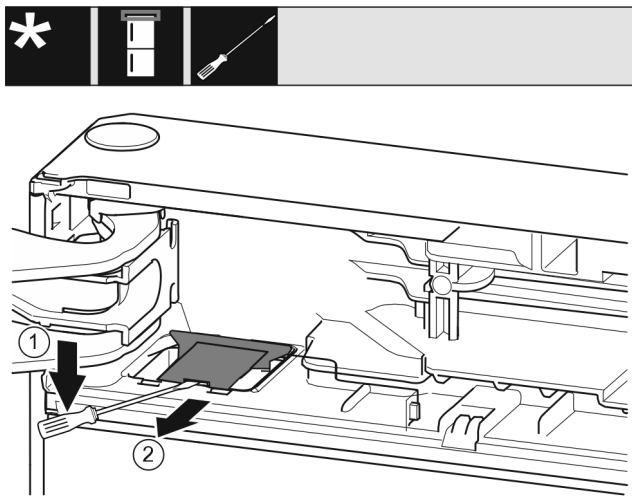

Fig. 9
- ▶ Ravnim odvijačem otkopčajte pokrov i potom ga podignite. Fig. 9 (1)
- ▶ Izvadite pokrov. Fig. 9 (2)